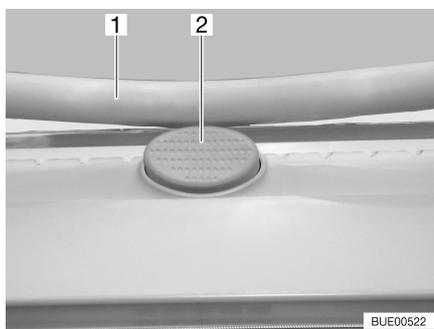

Bild 34 Sicherungsknopf an der Heki-Dachhaube
- Den Sicherungsknopf (Bild 34,2) drücken und den Bügel (Bild 34,1) mit beiden Händen nach unten ziehen.
- Den Bügel mit beiden Händen nach oben drücken, bis der Bügel oberhalb des Sicherungsknopfes (Bild 34,2) liegt.